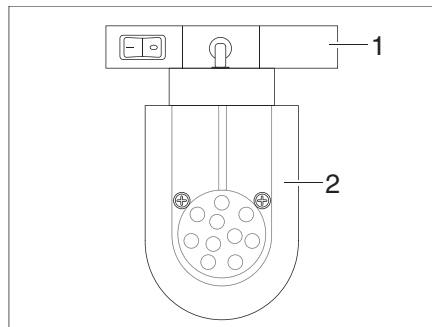

Fig. 139 Spot DEL (exemple)
- Saisir le support (Fig. 139,1) et le tourner de 90°.
- Retirer le spot DEL (Fig. 139,2) du système de rail.
- Placer le spot DEL (Fig. 139,2) à la position désirée dans le système de rail et le tourner de 90°.